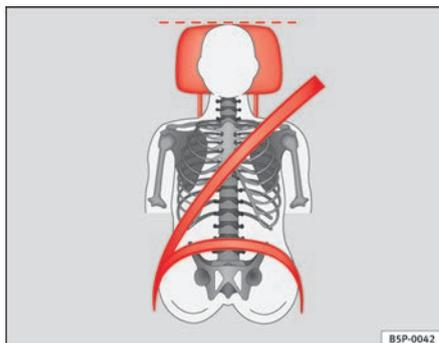

Fig. 12 Cintura di sicurezza e poggiatesta (visti da davanti) posizionati correttamente
- Il tratto superiore del nastro deve passare al centro della spalla, non sul collo! La cintura di sicurezza deve aderire bene alla parte superiore del corpo ⇒ **fig. 12**.